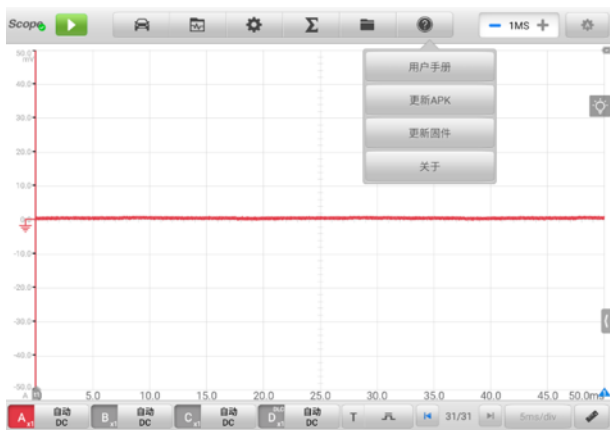

图 9-2 “帮助界面” 示图
1. 点击屏幕顶部工具栏中的【帮助】按钮，打开一个下拉菜单（详见图 9-2 “帮助界面” 示图）。点击下拉菜单中的【更新固件】选项。